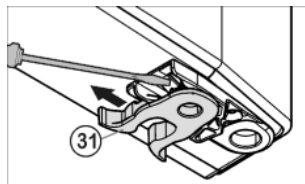

Fig. 10
- ▶ Flytta fjäderklämma *Fig. 10 (31)*: Tryck ner spärrhaken, drag bort fjäderklämman.